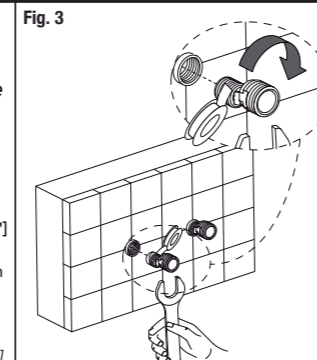

Fig. 3
- 2) Roscar las excéntricas en las tomas de salida de agua de la pared (Fig. 3).
- 2) Thread S-unions to the water supply pipes (Fig. 3).